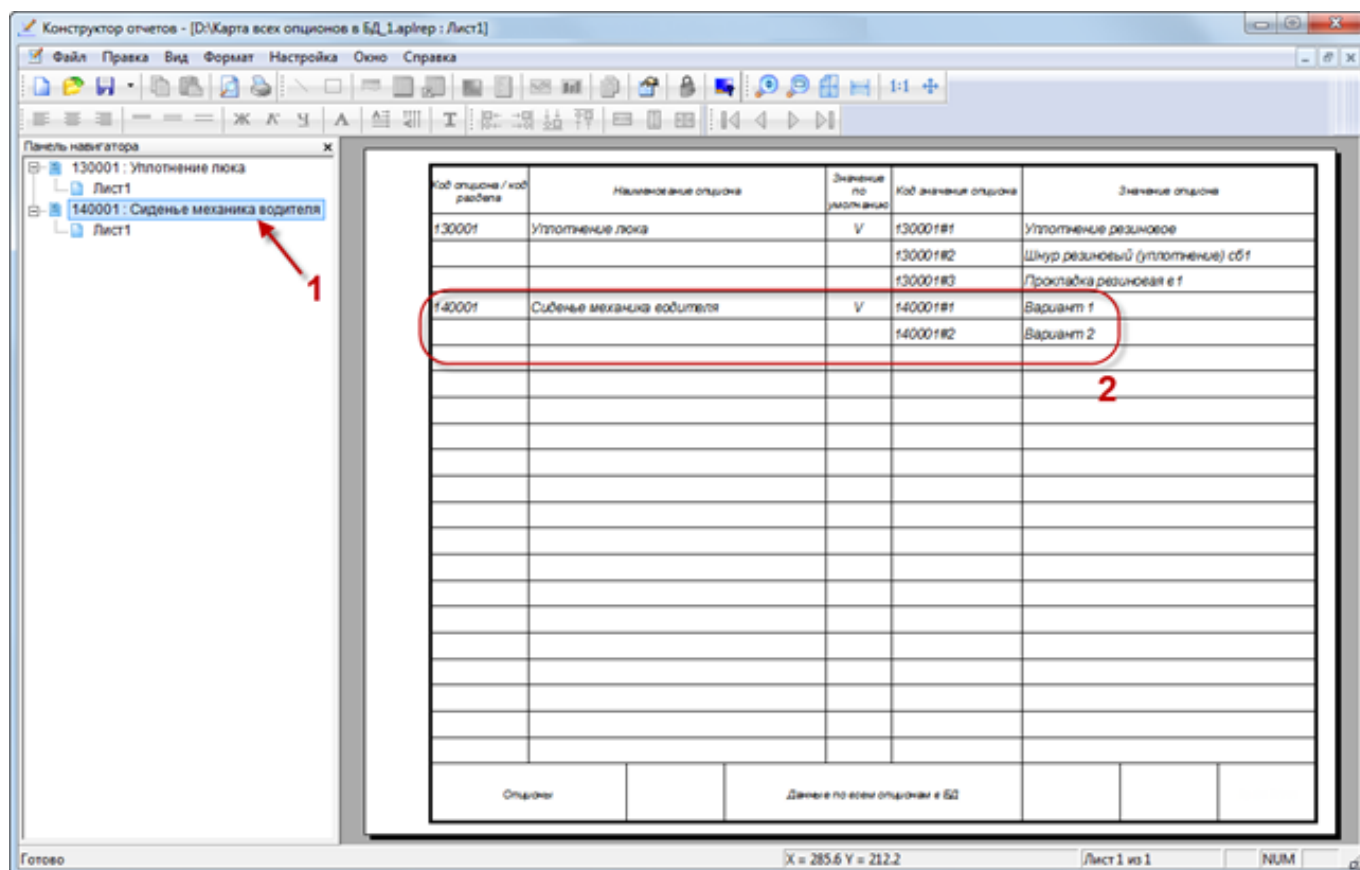

Рис. 13-32 – Отчет по карте опционов
5) При нажатии на кнопку «Да» отчет открывается в программе «Конструктор отчетов». Пример отчета карты опционов показан на рис. 13-32.